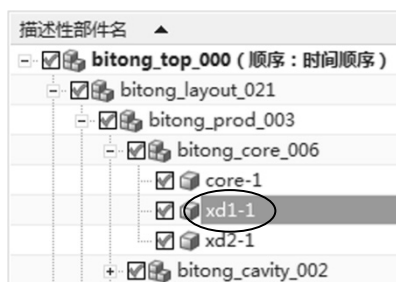

图 16-34 选取“xd1-1”
- (1) 在“部件导航器”中选取“xd1-1”，如图 16-34 所示。